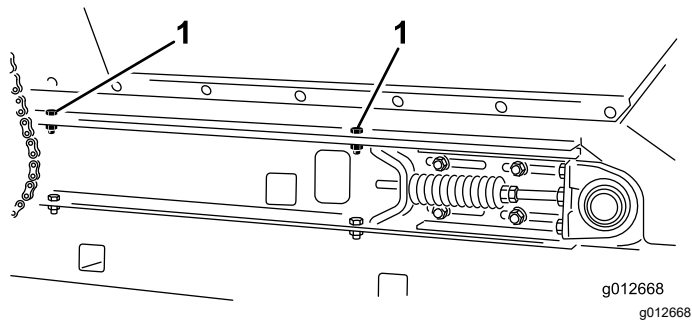

**Рисунок 36**
2. С правой стороны машины затяните 2 болта, которые крепят балку подвижной рамы к правому крылу (**Рисунок 36**).